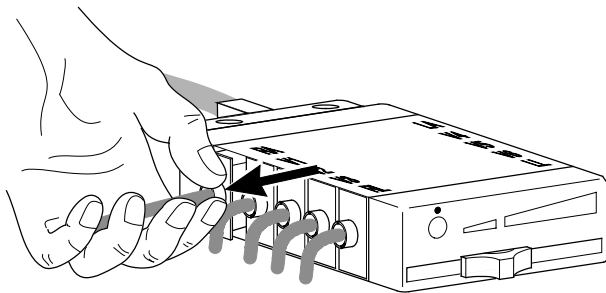

Bild 5-1. Austauschen der Elektrodenleitung
- \* Ziehen Sie die beschädigte Leitung aus dem Elektrodenverteiler. Halten Sie die Leitung nur direkt am Anschlussstutzen (Bild 5-1).
Halten Sie den Stecker nur wie in Bild 5-1 gezeigt. Stecken Sie den Stecker nicht gewaltsam ein und achten Sie darauf, dass er korrekt eingesteckt ist. Ansonsten kann es zu Undichtigkeiten und Kontaktschwierigkeiten kommen. Achten Sie auch darauf, dass Sie die Leitungen nicht vertauschen. Die Bezeichnungen sind auf der Oberseite des Verteilers aufgedruckt.